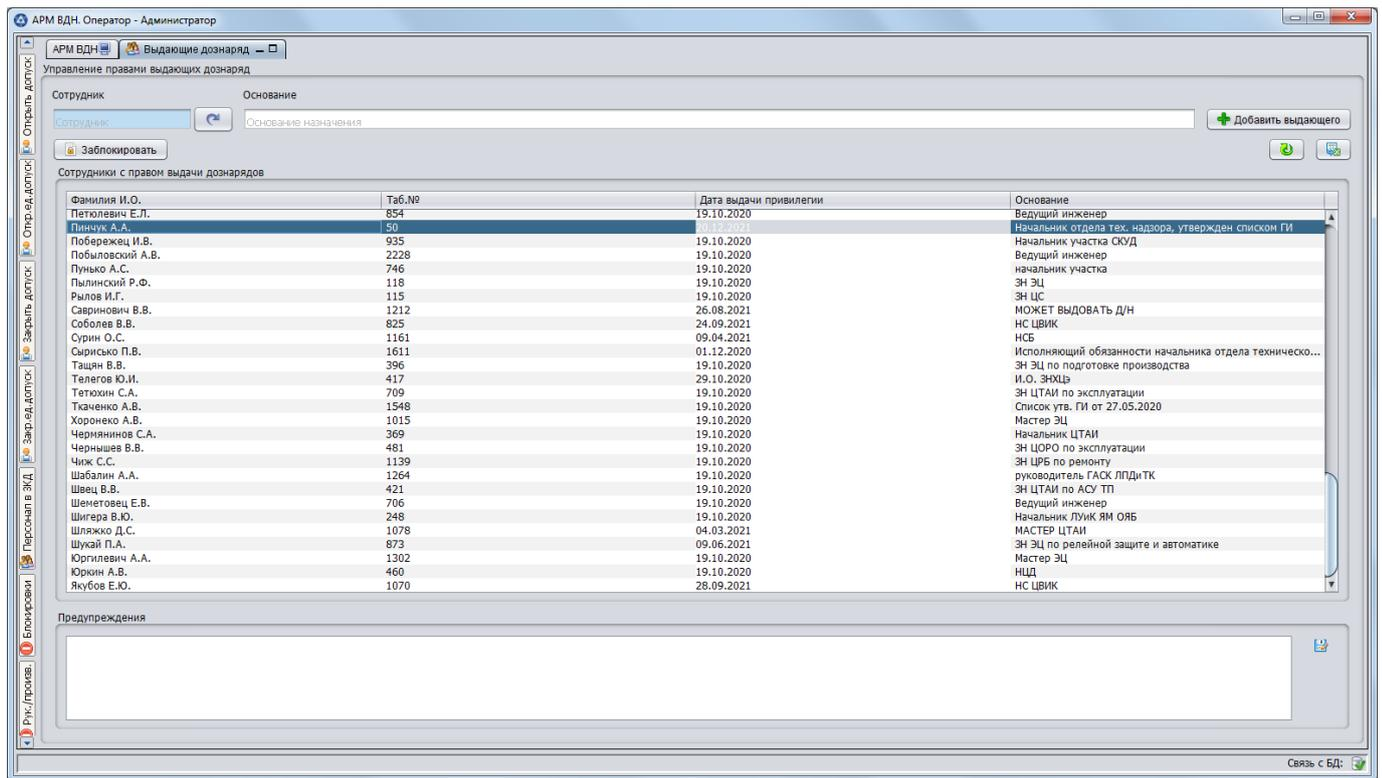

Рисунок 6
3.4.4.1. Панель «Выдающие дознаряд» предназначена для назначения сотрудникам прав выдачи дознарядов. Состав панели «Выдающие дознаряд» приведен на рис. 6.